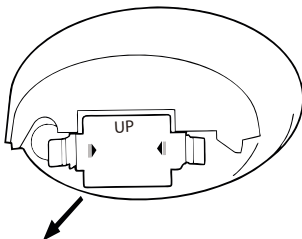

Abb. 4
1. Drücken Sie die beiden seitlichen Halterungen des Batterie-fach-Deckels nach innen in Richtung der Pfeilmarkierung. Heben Sie den Deckel vom Batteriefach ab. Der Deckel ist mit dem Wort „UP“ (oben) markiert (Abb. 4). Dies dient als Orientierungshilfe, um den Deckel später wieder in der richtigen Richtung aufzusetzen.